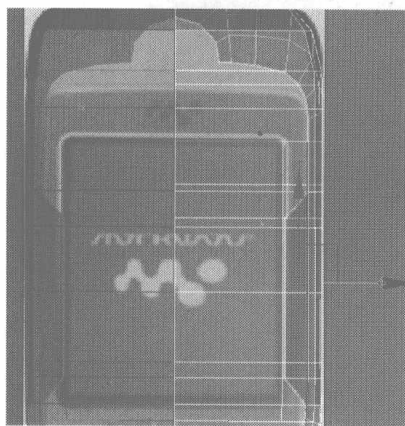
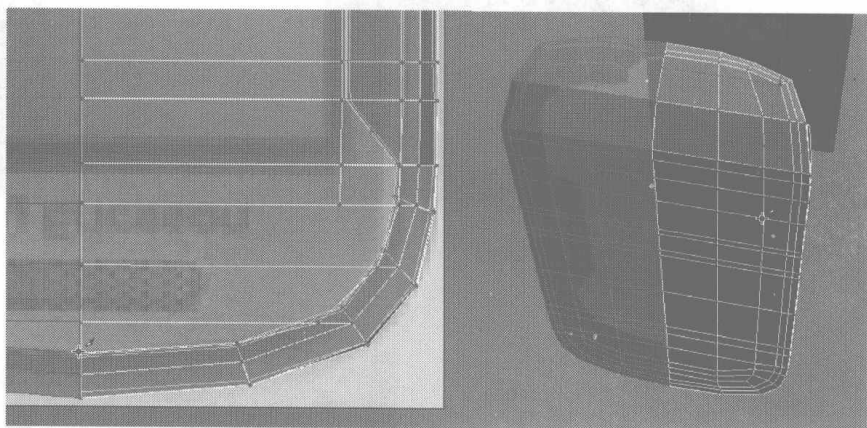

图 4.184
图 4.185
- 17** 在 Back 视图如图 4.184 所示的位置分别添加细分线, 再用 Cut 命令在如图 4.185 所示的位置添加细分线, 并调整各节点。